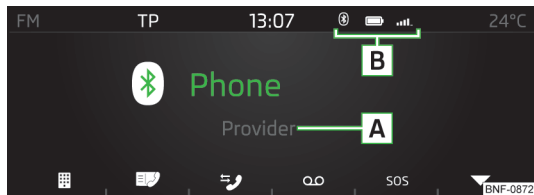

Bild 108
- I huvudmenyn *Telefon* ska du trycka på funktionsknappen **☰** » **bild 108 på sidan 88**.
➤ Visa kontakterna genom att i huvudmenyn *Telefon* trycka på funktionsknappen ☎ » bild 108 på sidan 88.
- I huvudmenyn *Telefon* ska du trycka på funktionsknappen ▼ » bild 108 på *sidan 88*.
- Visa samtalslistan genom att i huvudmenyn *Telefon* trycka på funktionsknappen ⌵ » bild 108 på *sidan 88*.